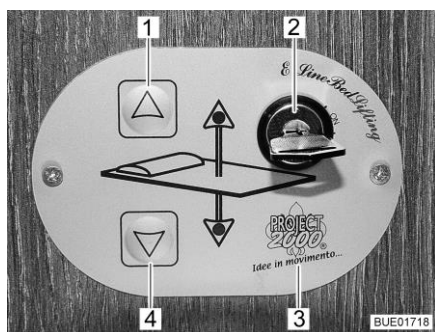
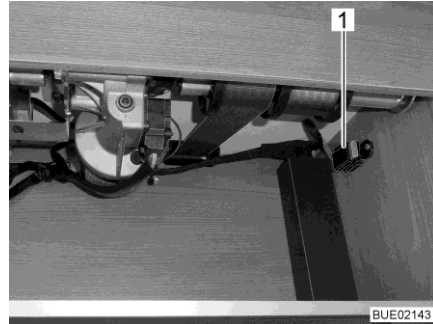

Fig. 145 Elemento di regolazione
Fig. 149 Fusibile
È possibile abbassare o alzare il letto basculante tramite i tasti (Fig. 145,1 e 4) presenti sull'elemento di regolazione (Fig. 145,3). L'elemento di regolazione viene bloccato tramite l'interruttore a chiave (Fig. 145,2) per evitarne l'utilizzo accidentale.
- Ruotare la chiave dell'interruttore a chiave (Fig. 145,2) di 90° in senso orario. L'elemento di regolazione (Fig. 145,3) è attivato.
- Premere il tasto freccia (Fig. 145,4) e tenerlo premuto fino a quando il letto basculante raggiunge la posizione desiderata in basso.
- Premere il tasto freccia (Fig. 145,1) e tenerlo premuto fino a quando il letto basculante raggiunge la posizione finale in alto.
Se non si riesce più a spostare il letto basculante con i tasti freccia (Fig. 145,1 e 4), controllare per prima cosa il fusibile nell'armadietto pensile posteriore (Fig. 149,1). Se il fusibile è a posto e ciononostante non si riesce a spostare il letto basculante, è possibile muoverlo manualmente.